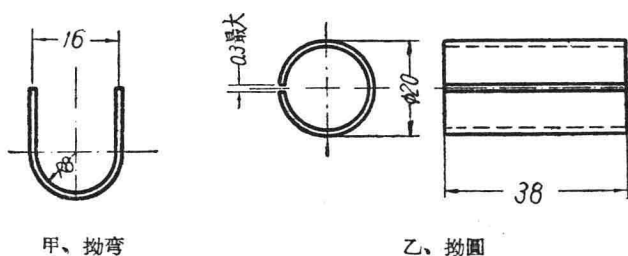

图 1-10 套筒的冲制过程
2. 铆开型压制（冲床铆压）：在冲床上先将压圈和套筒（图1-10）等简单件铆牢。另將銅片絕緣片用工具压紧，已铆好的套筒穿到压紧后的整流子，再套絕緣环和压圈，用冲床进行压铆（初次），然后再在电炉上加热到 $150\sim 160^{\circ}\text{C}$ ，經4~6分鐘，最后在冲床上冷压紧，铆牢。